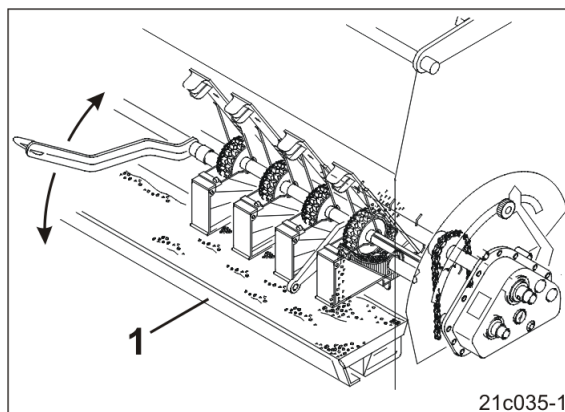

Fig. 83
14. Învârtiți roata semănătoarei până când semințele din toate carcassele aparatelor de distribuție cad în cuvele de colectare (Fig. 83/1).